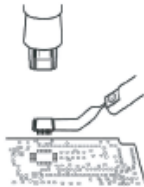

Abb. 5
- Wenn das Lötzinn geschmolzen ist, entfernen Sie die SMD-Bauteile durch Anheben der Aufnehmer-Abziehvorrichtung (Abb. 5)